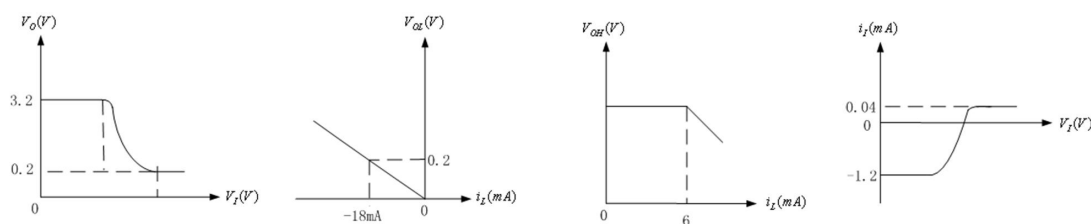

图 2-1 某与非门的电压传输特性、输出和输入特性曲线
- (1) 图 2-1 所示为某与非门的传输特性、输出和输入特性曲线，分别写出该门电路的下列参数：输出高电平 $V_{OH} = \underline{3.2V}$ ，输出低电平 $V_{OL} = \underline{0.2V}$ ，输入短路电流 $I_{IS} = \underline{-1.2mA}$ ，高电平输入电流 $I_{IH} = \underline{0.04mA}$ ，最大拉电流 $I_{OH} = \underline{6mA}$ 和最大灌电流 $I_{OL} = \underline{-18mA}$ 。